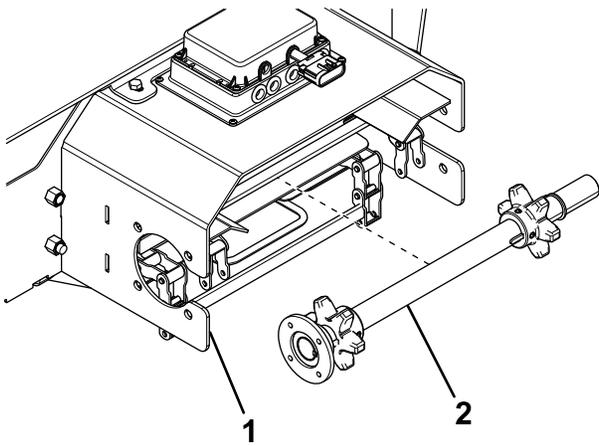

Bild 21
7. Schieben Sie die Antriebswellenbaugruppe durch die Nuten der Abdeckung der Stahlbolzenkette (Bild 21).